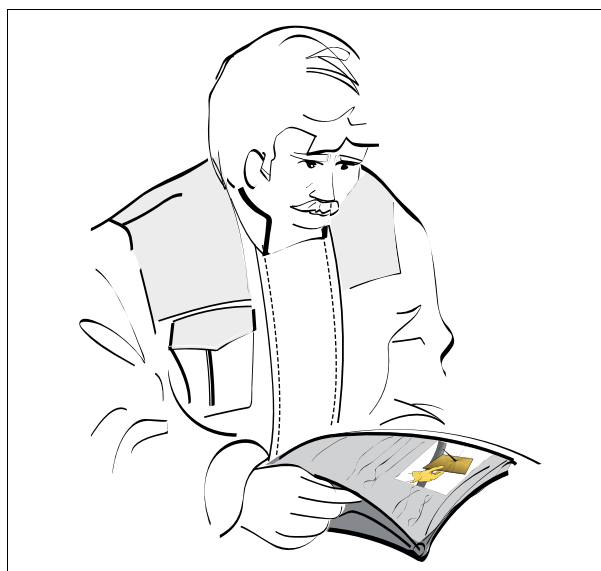

Fig. 1.
- have læst og forstået hele denne bog — kontakt altid forhandleren så snart, du kommer i tvivl, eller hvis der noget du ikke forstår *fig. 1*